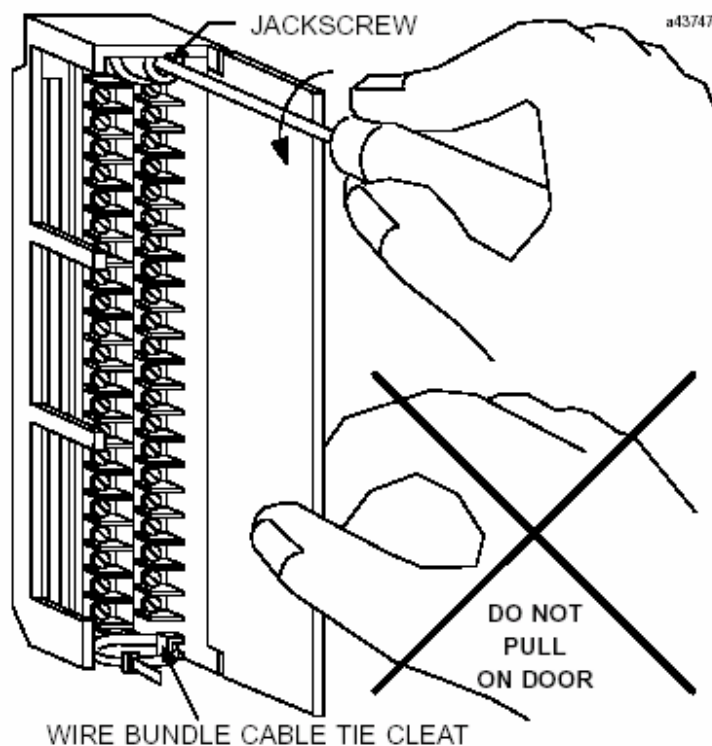

图 2. 移动 I/O 端子板
2. 想移走端子板, 抓住端子板顶部向外摇晃, 如图2所示。